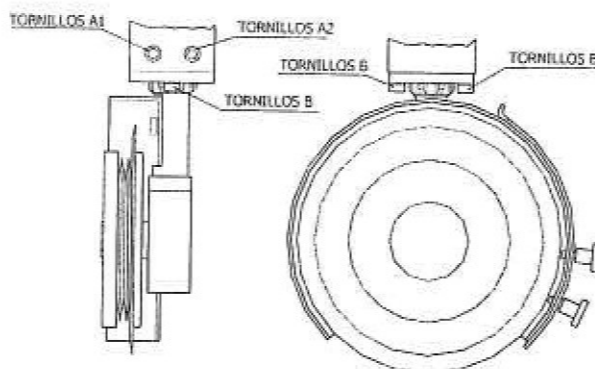

Fig. 12
A) Para efectuar esta operación, aflojar los tornillos B (Fig. 12) colocados en el soporte de latón colocado bajo la cámara.
21/B.3.3 Regulación del juego del soporte acanalado/eje (Fig. 12)